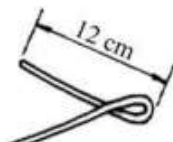

Figura 29
c.1) Dobrar o fio de modo a formar um elo, com um prolongamento de 12 cm (Figura 29).